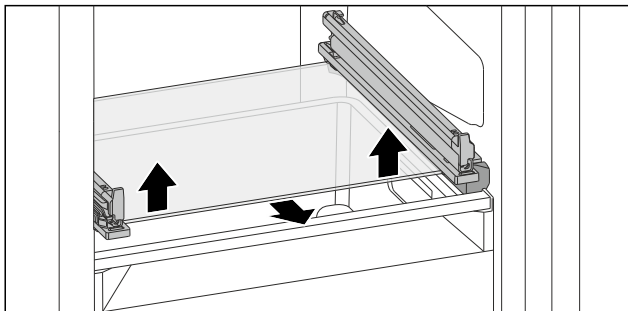

Fig. 199 Staklena ploča nagibne ladice
- Pritisnite staklenu ploču odozdo s obje strane prema gore. (pogledajte Fig. 199)